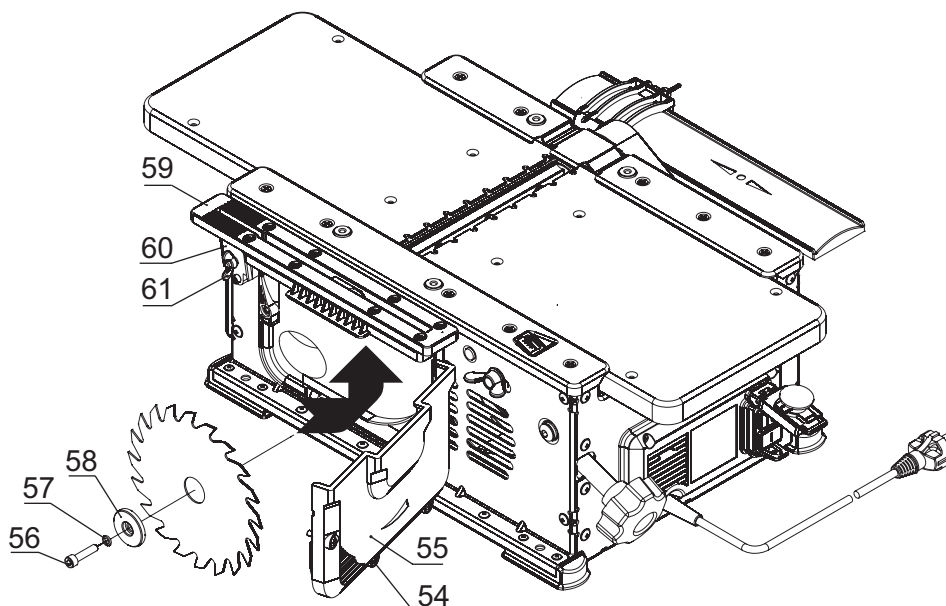
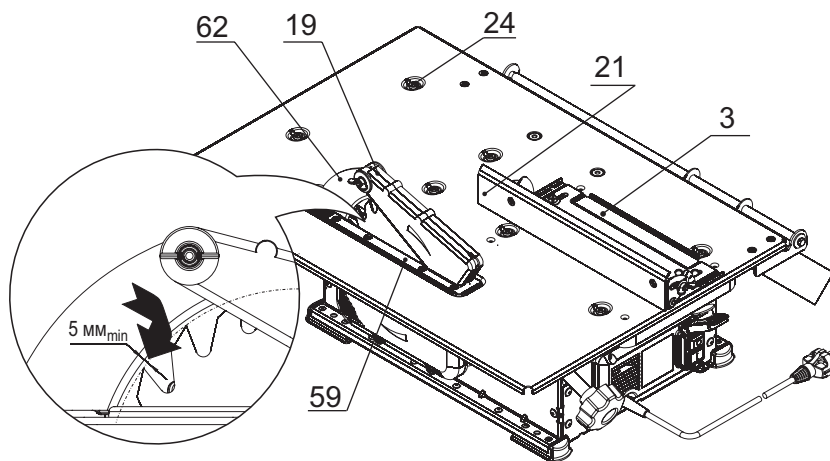

Рисунок 8.
Рисунок 9.
Для установки диска пильного необходимо (рис. 8):
Для установки стола необходимо (рис. 9):
- расклинивающий нож 62 (рис. 9) просунуть (сверху вниз) в паз кожуха 59;
- закрепить его с помощью прижима 60 и гайки-барашка 61 (рис. 8).
Расклинивающий нож должен быть установлен с радиальным расстоянием между расклинивающим ножом и зубчатым венцом пильного диска не более 5 мм (рис. 9). Это достигается перемещением расклинивающего ножа по наклонному пазу. После установки нож фиксируется гайкой-барашком 61 (рис. 8).